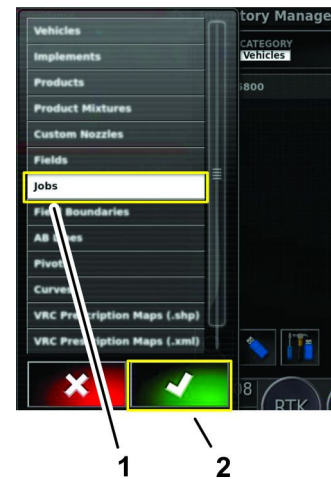

Рисунок 89
6. В списке категорий нажмите на значок «Рабочие задания» и нажмите на значок подтверждения (Рисунок 89).